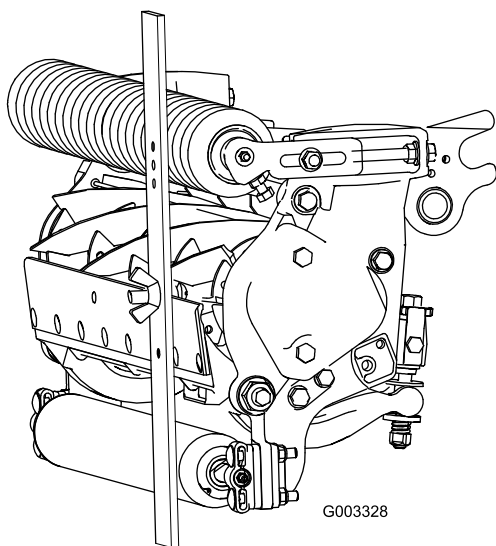

Figura 25
4. Prenda a cabeça do parafuso à extremidade cortante da lâmina de corte e apoie a extremidade traseira da barra no rolo traseiro (Figura 25).
5. Rode o parafuso de ajuste até que o rolo entre em contacto com a dianteira da barra indicadora (Figura 25). Ajuste ambas as extremidades do rolo até que todo o rolo esteja paralelo à lâmina de corte.